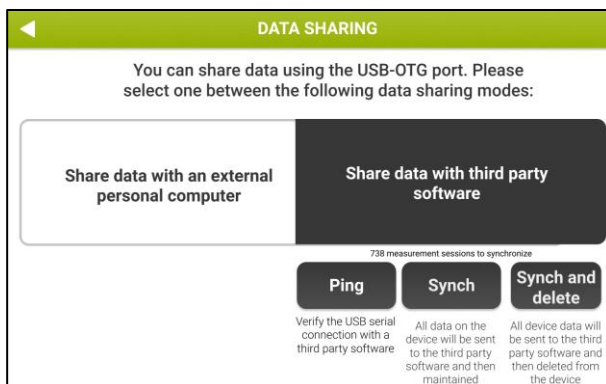

Figura 15 - Opzioni disponibili per condividere dati con un software di terza parti
3. Dopo il riavvio, ritornando sulla stessa schermata (*Admin – Data Sharing – Data Sharing via USB-OTG*), 3 ulteriori pulsanti sono mostrati: *Ping*, *Sync* and *Sync and Delete* (Figura 15).